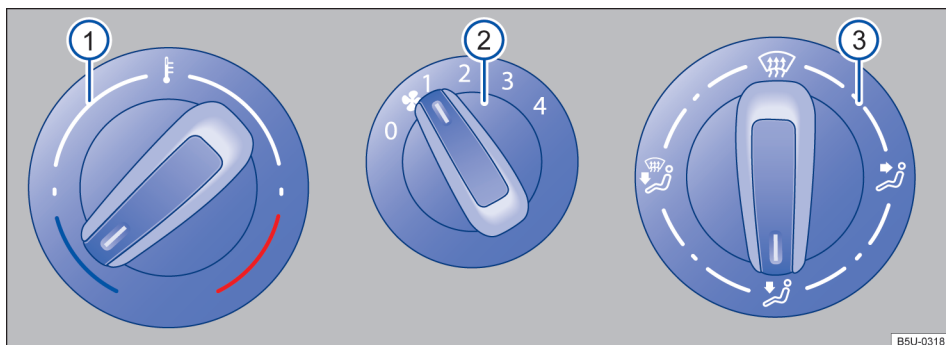

Fig. 71 Comandos do sistema de ventilação e aquecimento.
Comandos	Informações complementares do sistema de ventilação e aquecimento → Fig. 71 e ar-condicionado → Fig. 72.
- Em veículos com sistema de aquecimento, girar o botão da temperatura → Fig. 71  totalmente para a direita, para a posição máxima de aquecimento.